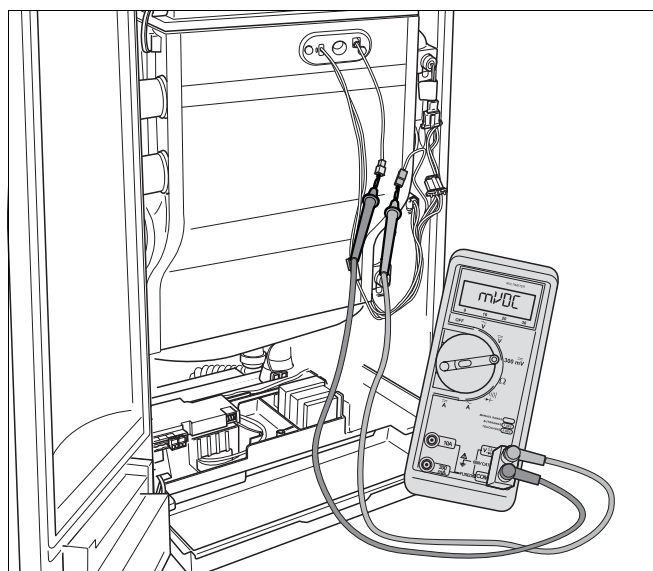

Fig. 91 Măsurați curentului de ionizare
- Racordați aparatul de măsurare în serie (Fig. 91). Alegeți la aparatul de măsură domeniul de curent continuu μA . Aparatul de măsurare trebuie să aibă o rezoluție de cel puțin $1 \mu\text{A}$.